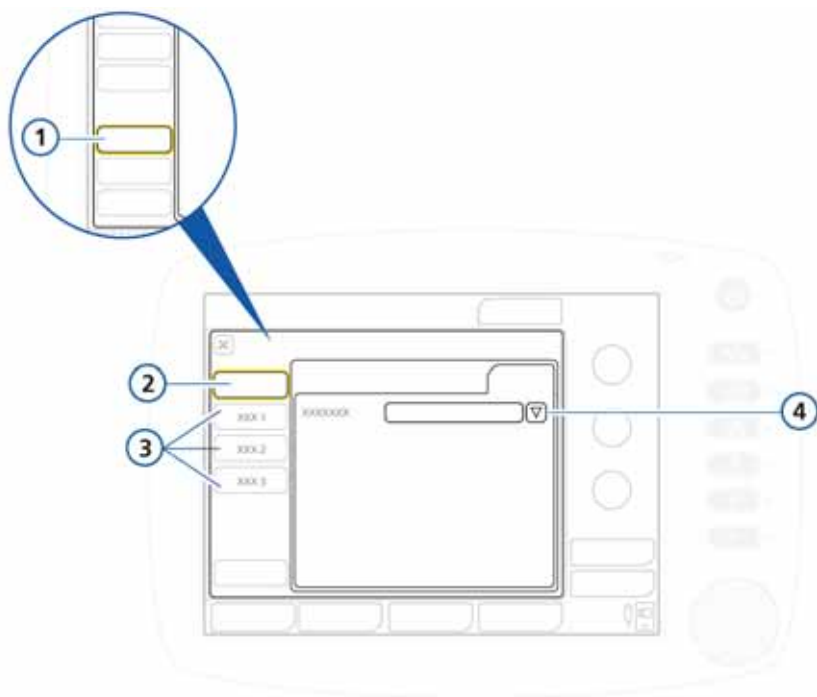

Figura I-15. Configurazione delle impostazioni predefinite
1. Nella finestra Setups (Figura I-15), aprire la finestra **Default setup**.